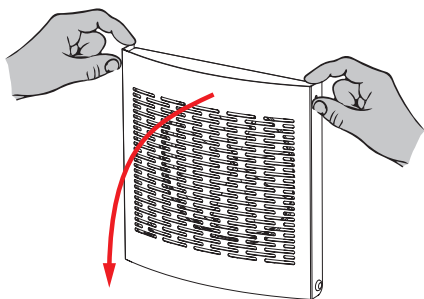

Bild 9.2
- Öffnen Sie die Innenblenden (siehe Bild 9.2 Seite 45);